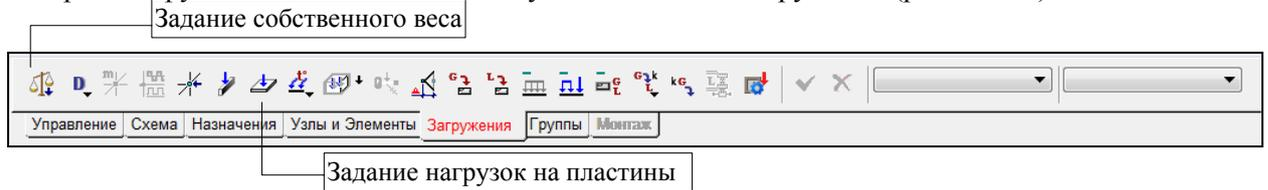
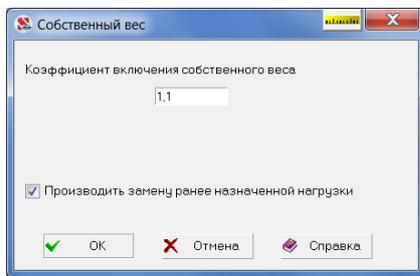

Рис. 2.4-9. Инструментальная панель **Загружения**
Рис. 2.4-10. Диалоговое окно **Собственный вес**
В качестве первого нагружения примем собственный вес плиты. Для его назначения используется одноименная операция в инструментальной панели (рис. 2.4-9). После нажатия кнопки **Собственный вес** появляется диалоговое окно, в котором задается коэффициент, с которым нагрузка от собственного веса будет включена в нагружение (рис. 2.4-10).
- в инструментальной панели **Загружения** нажать кнопку **Задание нагрузок на пластины** (рис. 2.4-9);